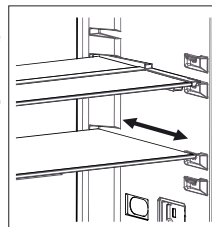

Fig. 1
- Para recuperar la posición original del estante, tire de él. (Fig. 1)